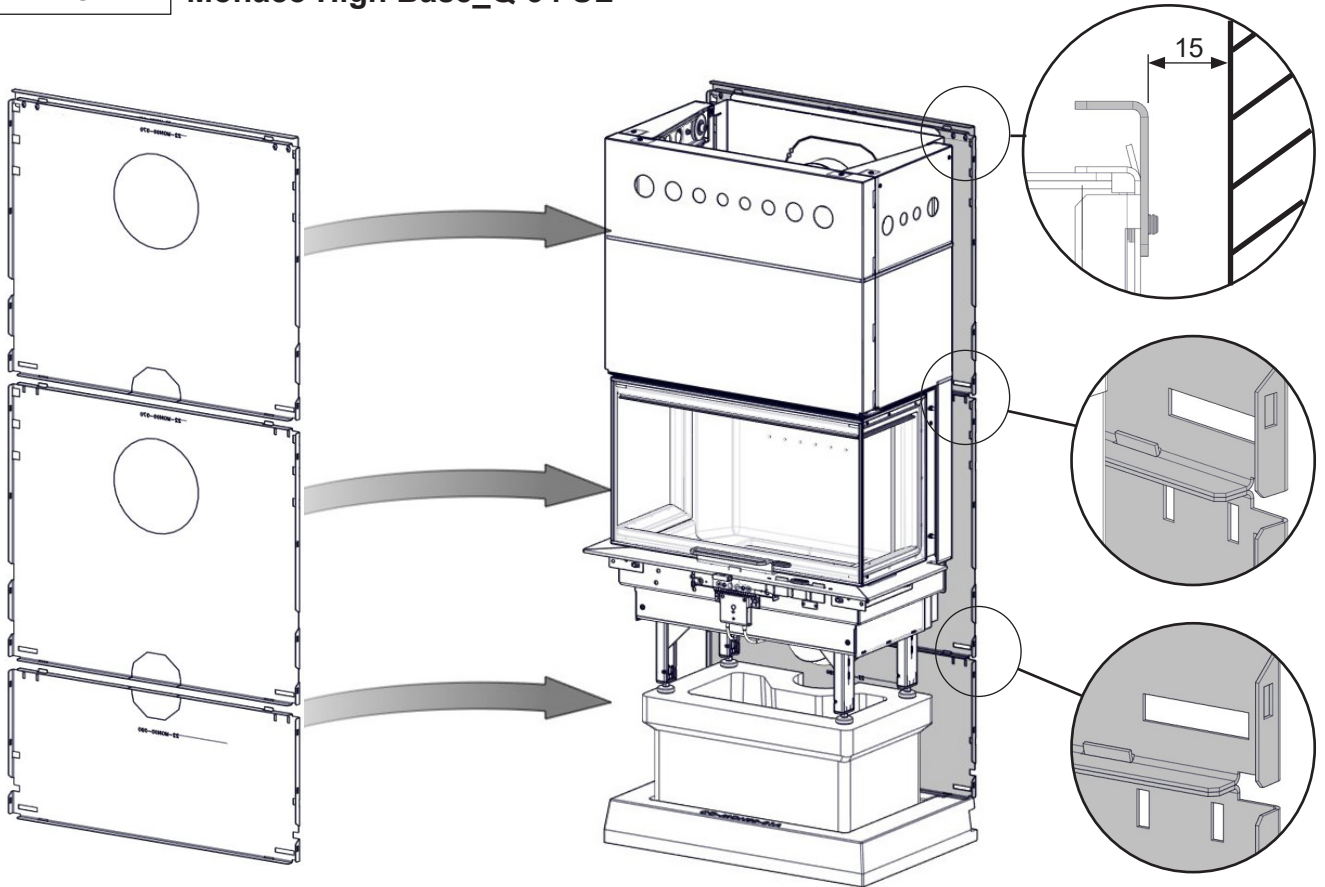

FIG 8
**NB!** **A.** Avstand mellom sideplattene kan justeres med å løsne og feste skruer vist i FIG 10-12. **B.** Plattene kan finjusteres vertikalt med å løsne og feste skruer nr. se FIG. 8 og 9 skru B på FIG 11 og ved å endre høyde på stål rammens føtter – Fig 8.
**Obs!** **A.** Avståndet mellan sidoplattorna kan finjusteras genom lossning och åtdragning av skruvarna, se fig. 10 till 12. **B.** Plattornas vertikalläge kan finjusteras genom lossning och åtdragning av skruvarna, se fig. 8 och 9, skruv B i fig. 11 samt genom höjjustering av stommens fötter, se fig. 8.